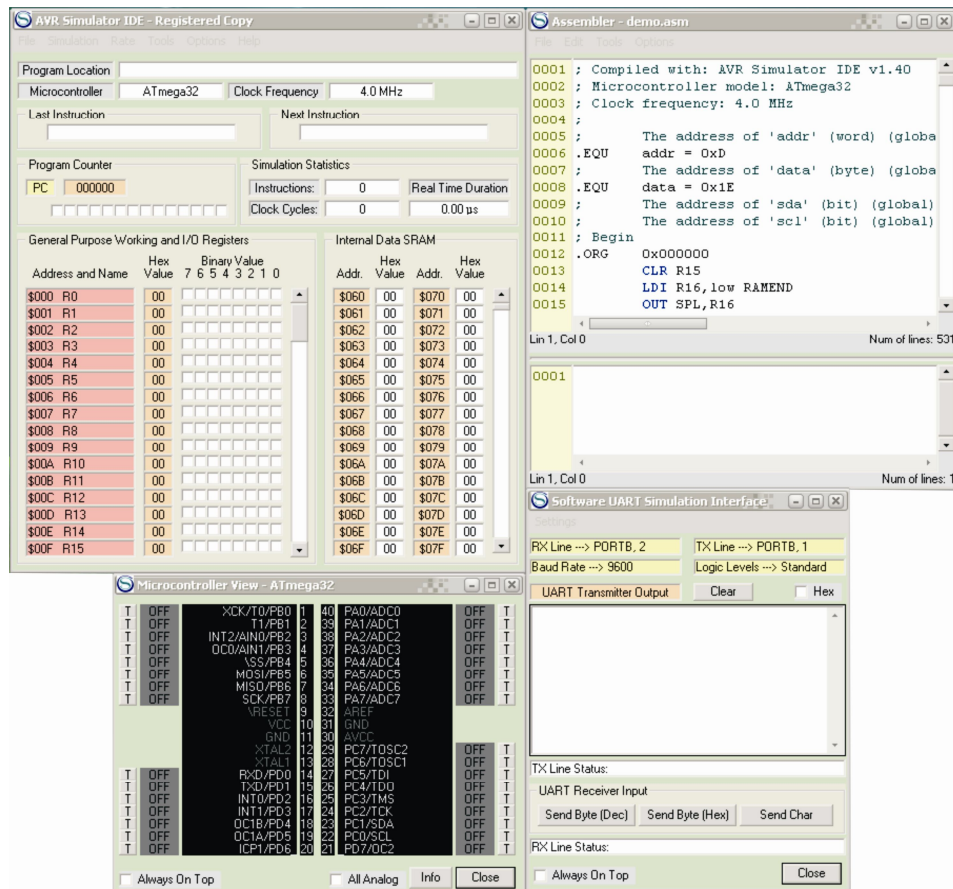

Рис. 2 Вікно симулятора з полем компілятора Assembler, апаратними виводами контролера, полем послідовного інтерфейсу
1. Натиснути Options | Assembler. Відкриється вікно компілятора Assembler – UNTITLED (рис. 2);
4. Натиснути Tools і у вікні, що розкриється, вибрати «Assembler». Відкриється вікно компілятора «Assembler – UNTITLED» (рис. 2);